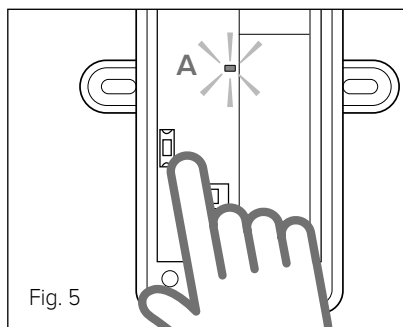

Fig. 5
- Appuyer sur la touche de la carte de la sonde extérieure jusqu'à ce que la LED rouge A s'allume pendant environ 2 secondes (Fig 5).